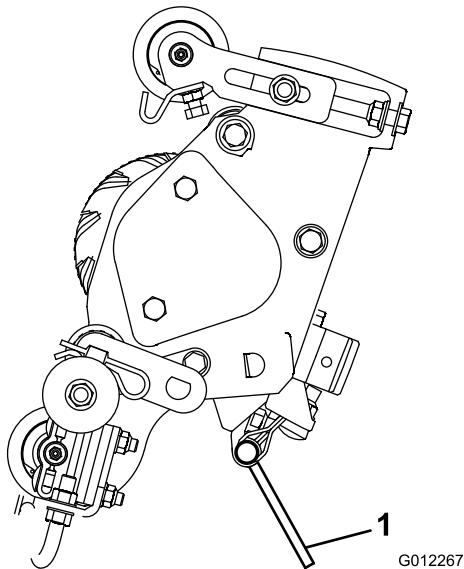

Figure 2
**Remarque:** Utilisez la béquille (fournie avec le groupe de déplacement), chaque fois qu'il faut basculer le verticutter pour exposer les lames (Figure 2).